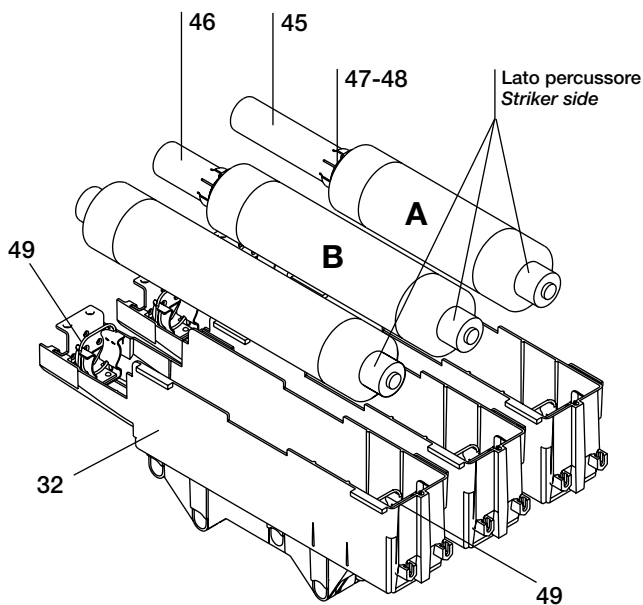

Fig. 5c
c) Montaggio dei fusibili (fig. 5c)
c) Assembling the fuses (fig. 5c)
Asportare il diaframma isolante secondo le istruzioni riportate al punto b) (solo per contattore con passo 108), aprire gli anelli di blocco (49) spostandoli nel verso contrario a quello indicato dalle frecce (fig. 5c), ed estrarre il fusibile con l'apposito attrezzo (50).
Remove the insulating partition according to the instructions given in point b) (only for contactor with 108 pitch), open the locking rings (49), moving them in the opposite direction to the one shown by the arrows (fig. 5c) and remove the fuse using the special tool (50).